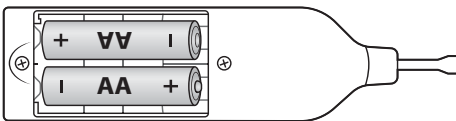

Abb. 1
- ◆ Öffnen Sie das Batteriefach ❹ auf der Rückseite des Wachsschmelzers ❶.
- ◆ Legen Sie die Batterien, wie im Batteriefach ❹ gekennzeichnet, in den Wachsschmelzer ❶ ein (siehe Abb. 1).
- ◆ Schließen Sie das Batteriefach ❹ wieder.